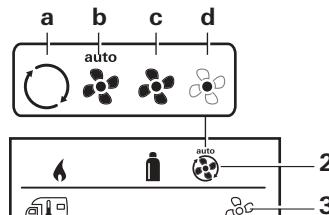

Fig. 5
1. Utilice el botón de giro/pulsador para seleccionar el ícono en la línea de menú (Fig. 5 – 3).